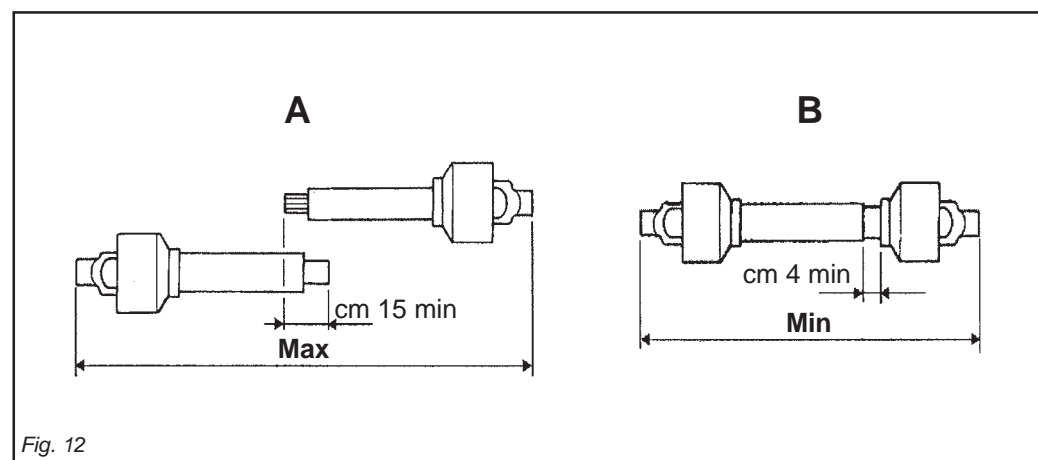

Fig. 12
- La copertura (C Fig. 11) dei tubi scorrevoli deve essere di 15 cm minimo (Fig. 12).
- The sliding tubes (C Fig. 11) must overlap by at least 15 cm (Fig. 12).
- La couverture (C Fig. 11) des tubes coulissants doit être au minimum de 15 mm (Fig. 12).
- Die Überdeckung (C Abb. 11) der Gleitrohre muss mindestens 15 cm ausmachen (Abb. 12).
- La cobertura (C Fig. 11) de los tubos corredizos debe ser como mínimo de 15 cm (Fig. 12).
Quando esso è inserito al massimo, il gioco minimo consentito deve essere di 4 cm (Fig. 12).
When fully inserted, the minimum play must be 4 cm. (Fig. 12).
Quand il est entièrement rentré, le jeu minimum admissible doit être de 4 cm. (Fig. 12).
Wenn die beiden Teile ganz zusammengesoben sind, muß das kleinstmögliche Spiel 4 cm ausmachen. (Abb. 12).
Quando está insertado al máximo, el juego mínimo permitido debe ser de 4 cm. (Fig. 12).